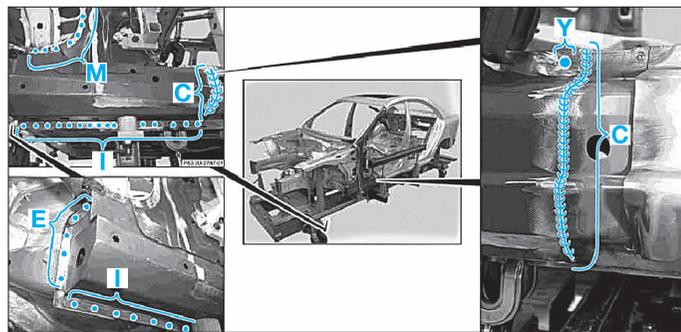

FIG. 50
- Souder par points bouchon le renfort supérieur zone (A).
- Souder à la pointeuse électrique par résistance par point le renfort de pied AV sur passage de roue zone (E) (Fig.50).